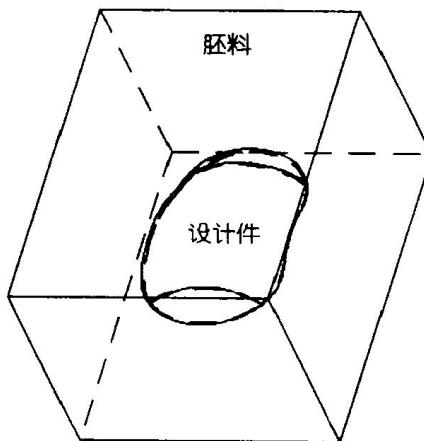

图 1.2
- (1) 建立模具模型(Mold model): 首先读入设计完成的零件，然后再将事先设计好的胚料装配进来，或直接建立胚料实体，如图 1.2 所示。